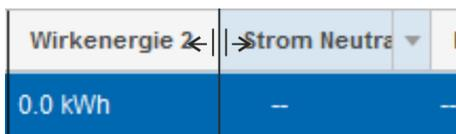

Abb. 95: Spaltenbreite anpassen
3. ➔ Den Mauszeiger in den Bereich zwischen zwei Spalten bewegen und die linke Maustaste gedrückt halten, um die Breite einer Spalte anzupassen (Abb. 95).